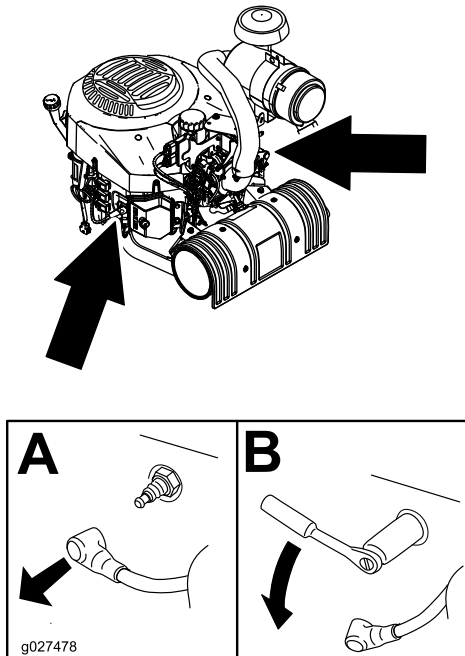

Figura 36
3. Localize e retire a(s) vela(s) de ignição como se mostra em Figura 36.